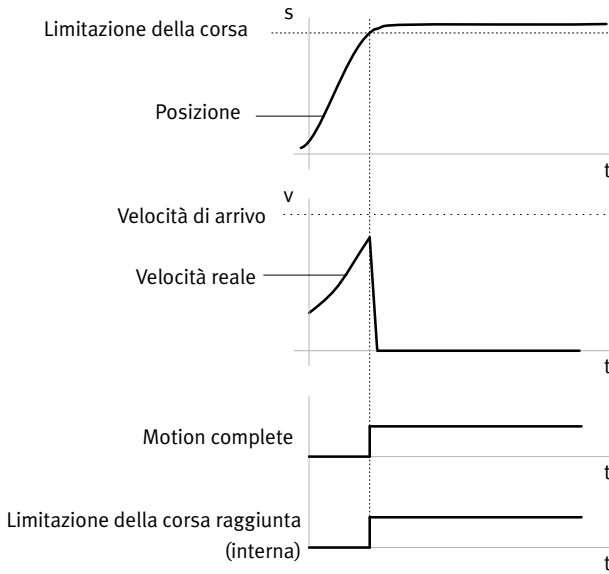
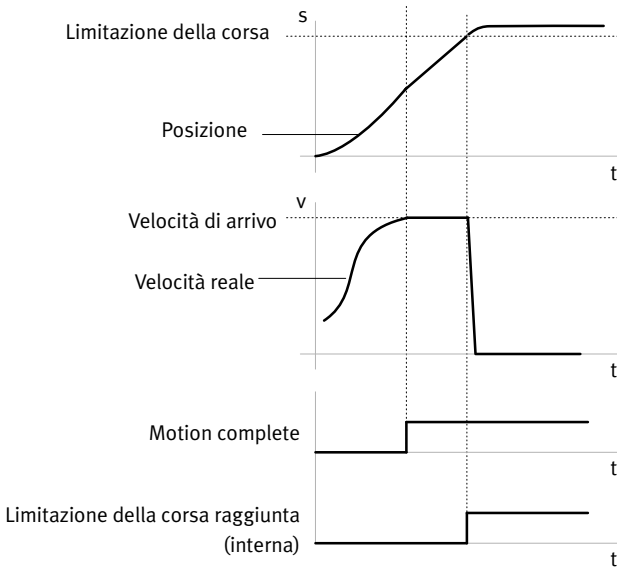

Fig. 2.6 Limitazione della corsa raggiunta prima del raggiungimento della velocità di arrivo – esempio
Fig. 2.7 Limitazione della corsa raggiunta dopo il raggiungimento della velocità di arrivo – esempio
– La limitazione della corsa è raggiunta per prima	Viene impostato il segnale "Limitazione della corsa raggiunta". L'attuatore viene frenato con il ritardo Quick Stop parametrizzato. Nonostante la velocità di arrivo non sia ancora stata raggiunta, viene impostato il segnale Motion Complete (→ Fig. 2.6 e Fig. 2.7) Esercizio controllato: L'attuatore resta fermo sulla posizione di arrivo e viene mantenuto in posizione con la corrente di ritenuta impostata. Esercizio regolato: L'attuatore resta fermo con regolazione della posizione.